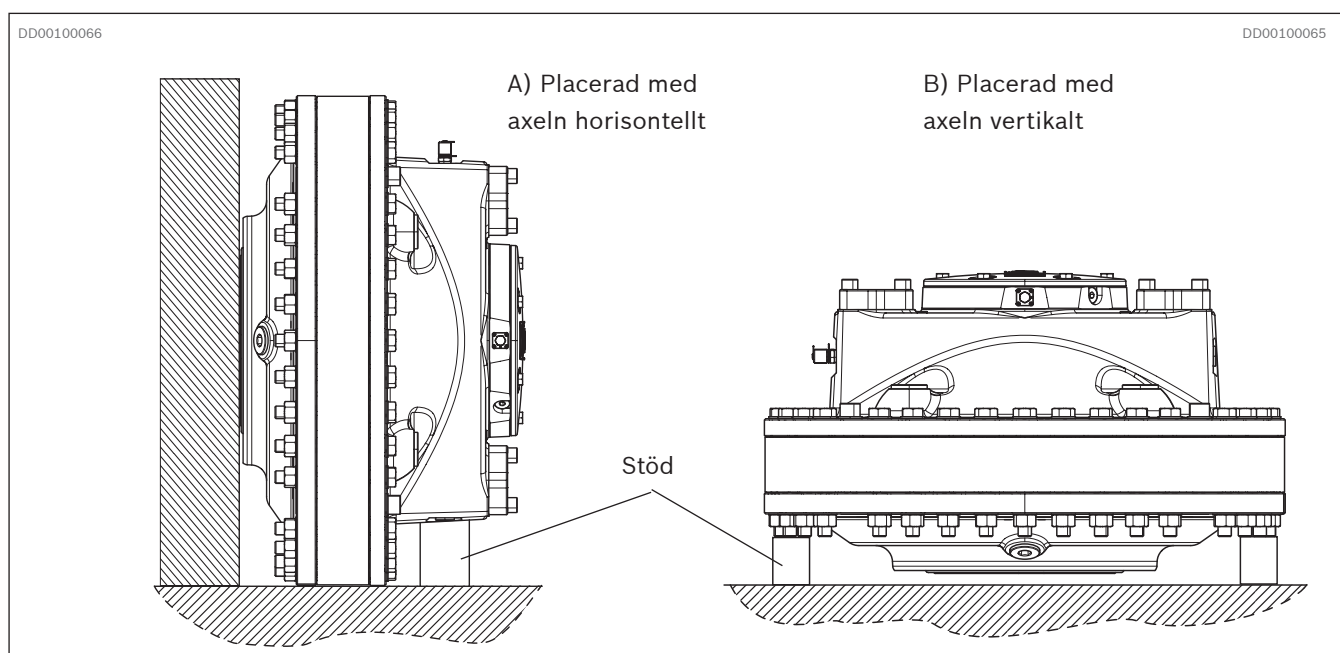

Fig. 10: CB-motorn placerad på plan yta (exempel)
- Vi rekommenderar även att du stöder motorns monteringsyta, se Fig. 10.
När motorn är placerad på en plan yta (till exempel ett golv) måste den stå antingen på ytterdiametern eller på en lämpligt skyddad ändyta på hålaxeln. Vi rekommenderar även att du stöder motorn så som visas i Fig. 10.
Placera motorn som visas i Fig. 10, B) Placerad med axeln vertikalt.
Placera motorn så som visas i Fig. 10, A) Placerad med axeln horisontellt, alt. B) Placerad med axeln vertikalt.